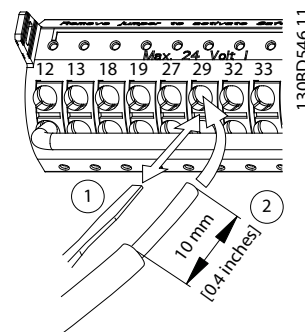

Bild 5.21 Ansluta flexibla styrkablarna
- Om du använder en flexibel kabel öppnar du kontakten genom att sätta en liten skruvmejsel i öppningen ovanför plinthålen och trycka mejseln lätt inåt. Se *Bild 5.21* Sätt sedan i den skalade kabeln i kontakten och ta bort skruvmejseln.